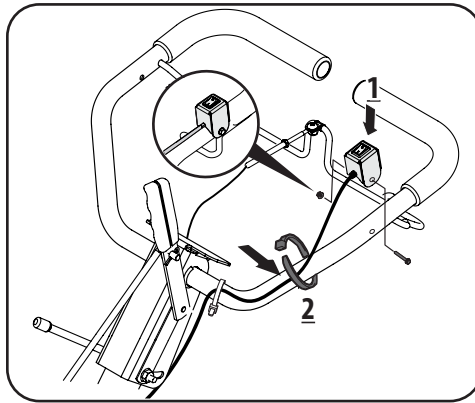

Figure 2-6
- Fixez l'interrupteur d'arrêt d'urgence sur le côté gauche du guidon avec un boulon 10-32 : 1,50 et un écrou autobloquant à bride 10-32. Voir Figure 2-6 (1).
- Retenez le fil au-dessus du guidon gauche avec une attache. Voir Figure 2-6 (2).